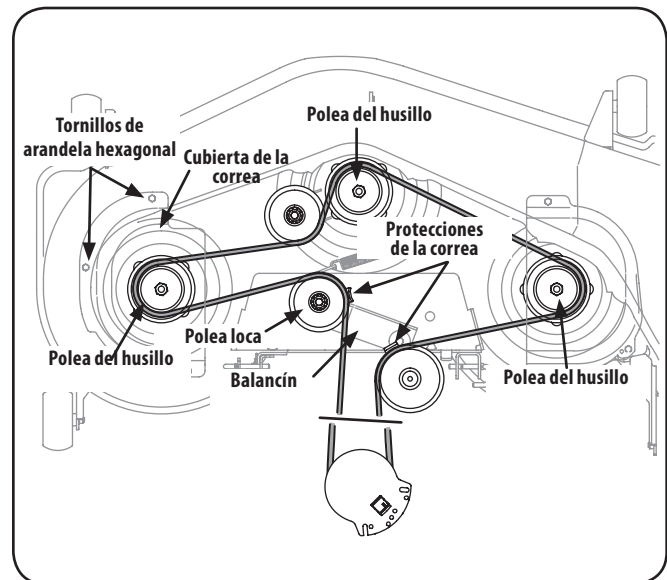

Figura 7-12
- Retire los tornillos de arandela hexagonal que sujetan las cubiertas de las correas a la plataforma. Consulte la Figura 7-12.
- Instale la nueva correa alrededor de las poleas del husillo tal como se muestra y reinstale las cubiertas de las correas. Consulte la Figura 7-12.
7. Coloque la correa como se indica en la Figura 7-12 y vuelva a instalar la plataforma (consulte Instalación de la plataforma en la página 30).